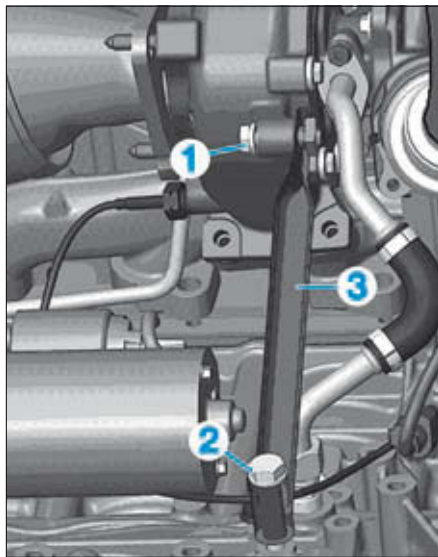

FIG. 7
- Dévisser les vis (1) et (2) du renfort (3) de turbocompresseur (Fig.7).